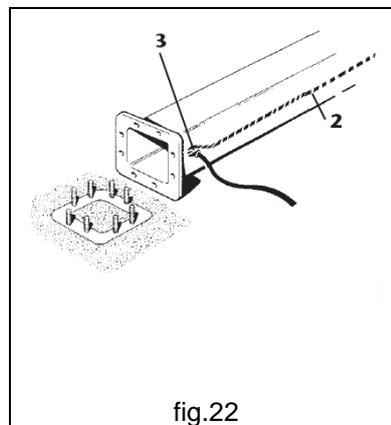

fig.22
- b. Au cas où le câble **1** proviendrait de l'extérieur, introduire celui-ci dans la colonne au moyen du passe-câble **3** placé à la base de la colonne, jusqu'à atteindre le trou **2** au sommet (fig.22)